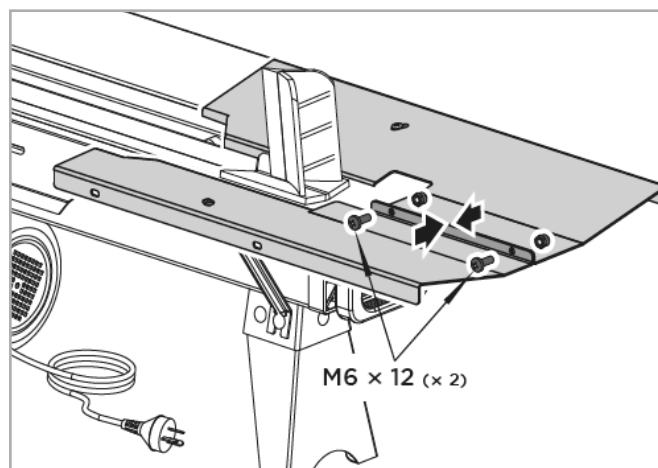

FIG. 7
■ Forbind brændebakke 1 og brændebakke 2 med to M6×12 skruer og låsemøtrikker (fig. 7).